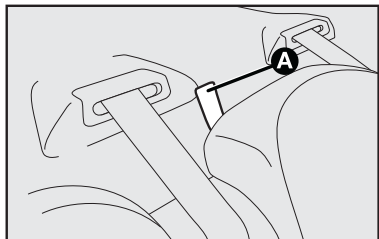

fig. 87
5) Desencaixar o encosto, puxando a fita **A-fig. 87**.
Para isso, puxar a fita da direita ou da esquerda **A-fig. 87** e rebater para a frente o encosto até obter uma única superfície de carga.